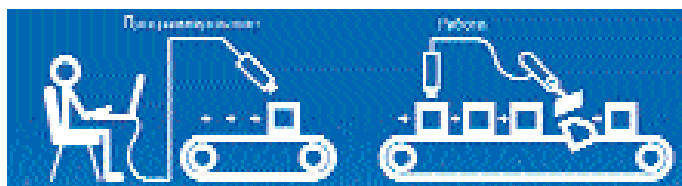

Рис. 10. Принцип действия смарт-камеры
2. Смарт-камеры. Принцип работы смарт-камер наглядно показан на рис. 10. Для программирования данных устройств используется компьютер. После программирования смарт-система машинного зрения, благодаря наличию в ней вычислительных мощностей, работает автономно или в составе промышленной сети.